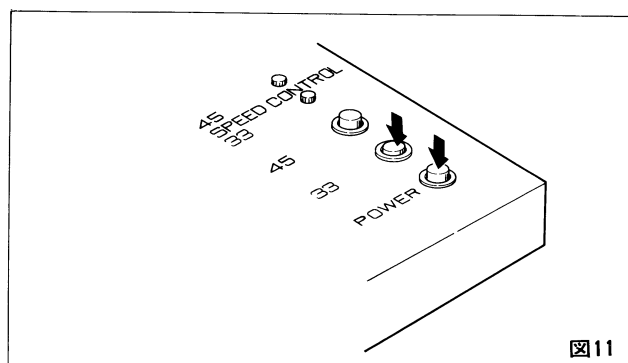
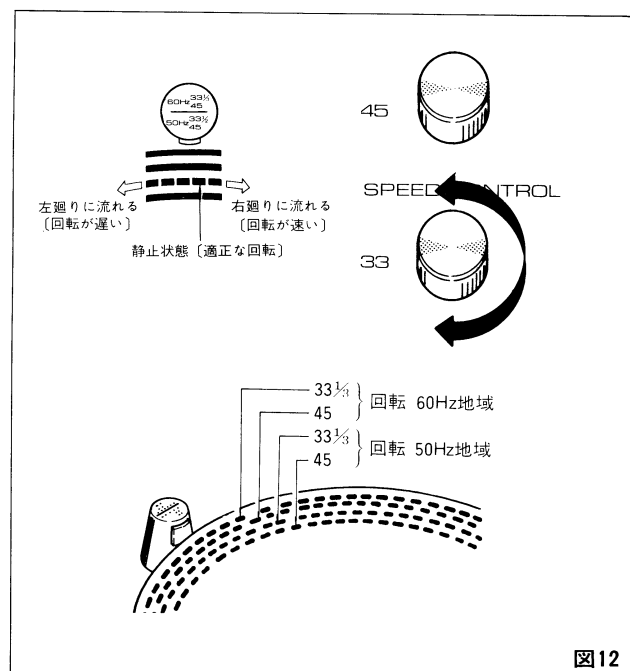

図11
図12
- ① 接続したオーディオアンプのファンクションスイッチを PHONO にします。
- ② 演奏するレコードをターンテーブルに乗せます。レコードが45回転ドーナツ盤の場合は、EPアダプターをセンターシャフトへセットします。
- ③ POWERスイッチボタンを押しますと電源が入り、ターンテーブルが回転を始めます。(図11)
- ④ スピード切換ボタンをレコードの回転数に合わせます。
(図11)このとき、ターンテーブルのストロボが流れているときは、SPEED CONTROLツマミを回してストロボが止まるように調整してください。ストロボは回転が速すぎる場合は右廻りに、遅すぎる場合は左廻りに流れます。(図12)
※ご使用になる地域の電源周波数によりストロボの縞目は図12のように異なりますのでご注意ください。